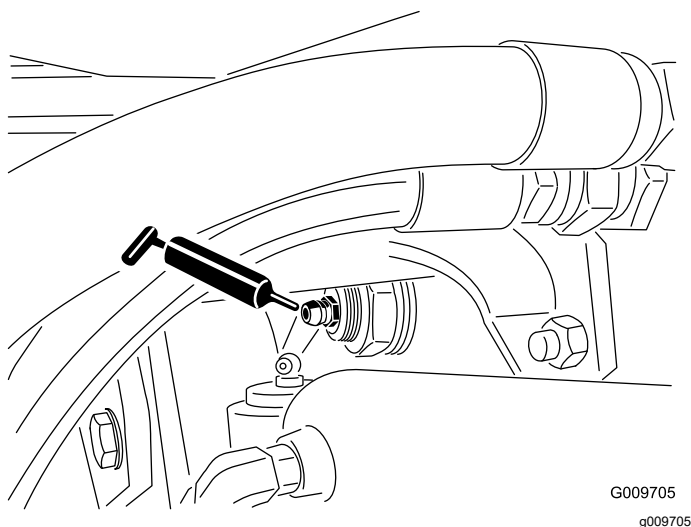

Figure 82
- Bagues de pivot d'essieu arrière (2), comme montré à la Figure 82.